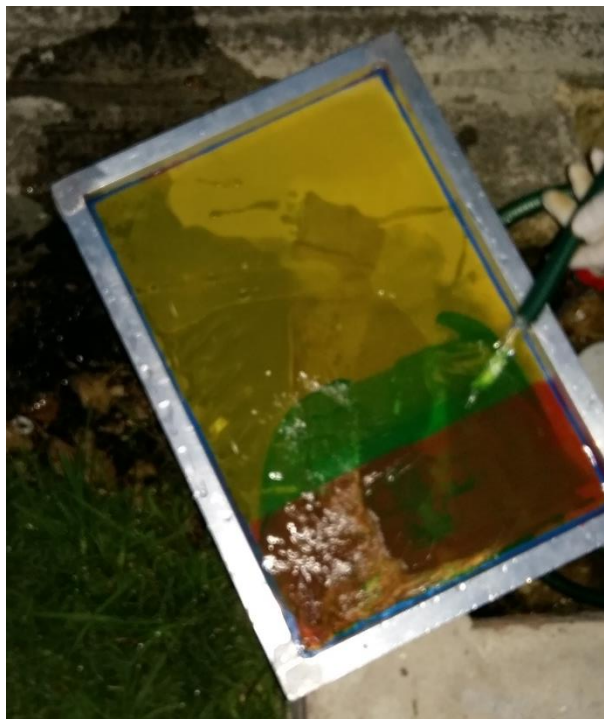

Figura 51. Lavado del bastidor.
- Conecte la manguera a la llave de agua y genere una ligera presión, aplique el agua al bastidor como se muestra en la figura 51.